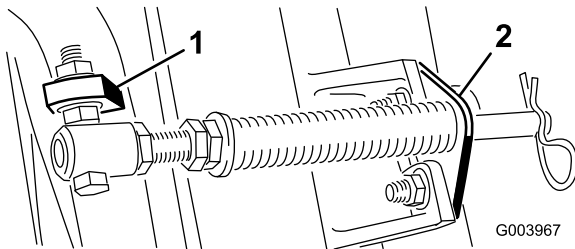

Figure 10
- C. Montez le boulon du tube de ressort sur la patte opposée du bâti porteur et fixez-le en position avec l'écrou à embase. La tête du boulon doit être à l'extérieur de la patte, comme illustré à la Figure 10.
- D. Montez le support de tige sur les pattes du plateau de coupe à l'aide des boulons de carrosserie et des écrous (Figure 10). De plus, sur le plateau de coupe N° 4 (avant gauche), montez le guide de flexible gauche devant les pattes du plateau quand vous remontez le support de tige (Figure 12).